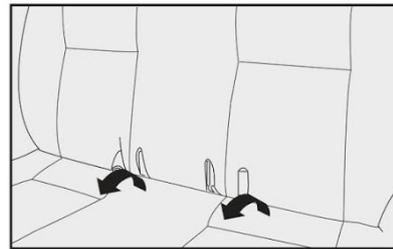

fig. 109
1) Recolher aos seus respectivos alojamentos no banco traseiro as fivelas e o cinto de segurança central fig. 109;